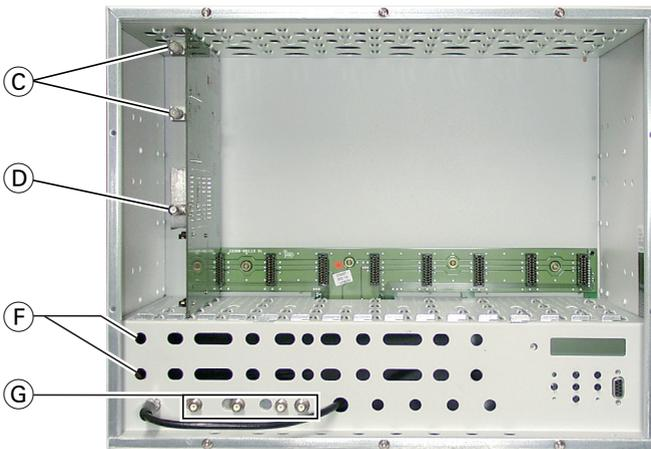

Abb. 4
- SAT-ZF-Eingänge (C) des QPSK-QAM-Moduls über selbst gefertigte HF-Kabel (Länge ca. 80 cm) durch die Kabeldurchlässe (F) (Abb. 4) mit den vormontierten F-Durchführungen in der Rückwand der Kopfstation oder je einem der Ausgänge der gegebenenfalls nachgerüsteten SAT-ZF-Eingangsverteiler verbinden.
- Modulator-Ausgang (D) nach der Programmierung mit einer der Eingangsbuchsen (G) des Ausgangssammlers verbinden.